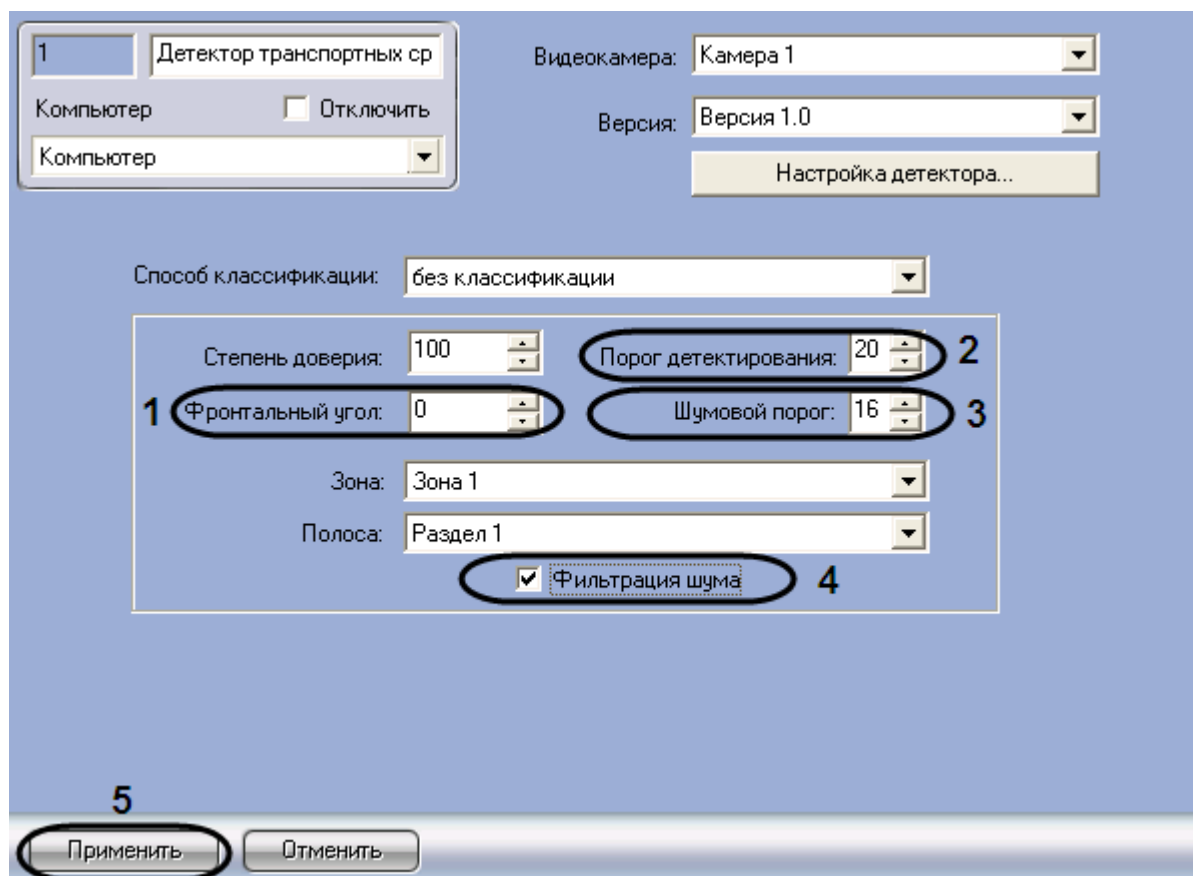

Рис. 7.6-б. Задание переменных детектирования
1. Перейти на панель настройки объекта «Детектор транспортных средств» (см. Рис. 7.6-б)
2. В поле со списком «Фронтальный угол» ввести угол фронтального по отношению к транспортному средству наклона видеокамеры (см. Рис. 7.6-б, 1)
3. В поле со списком «Порог детектирования» ввести значение порога чувствительности детектора, при превышении которого детектор срабатывает (см. Рис. 7.6-б, 2). Порог чувствительности выражается в условных единицах. Данная величина выбирается экспериментальным путем для каждого детектора (от 15 до 30)
4. В поле со списком «Шумовой порог» ввести значение шумового порога детектора (см. Рис. 7.6-б, 3). Данное значение всегда должно быть меньше на 10% - 30% значения порога чувствительности